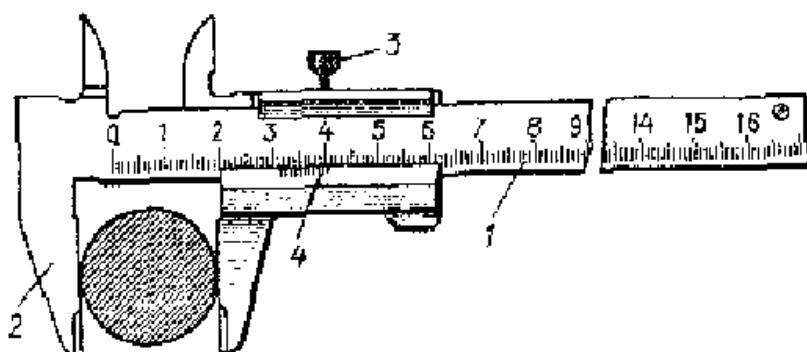

Рис.2
2. Штангенциркуль (рис. 2) имеет линейку со шкалой 1, нониус со шкалой 4. Измеряемый предмет помещают между ножками штангенциркуля 2 так, чтобы предмет был слегка зажат, и закрепляют нониус винтом 3.
По шкале линейки отсчитывают целое число миллиметров до нуля нониуса (первого деления). Затем тщательно определяют, какое деление шкалы нониуса точно совпадает с некоторым делением шкалы линейки. Это деление шкалы нониуса соответствует десятым долям миллиметра. Показания штангенциркуля на рис.2 31,6 мм.